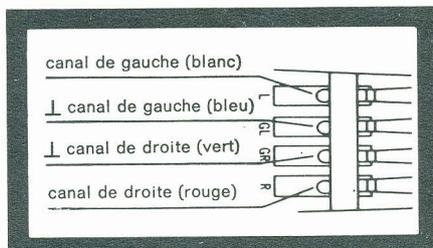

Fig. 16
4. Les connexions sur le support sont marquées, les fils étant de couleur différente (Fig. 16). Reliez les fils de connexion du support avec les broches correspondantes de la cellule.